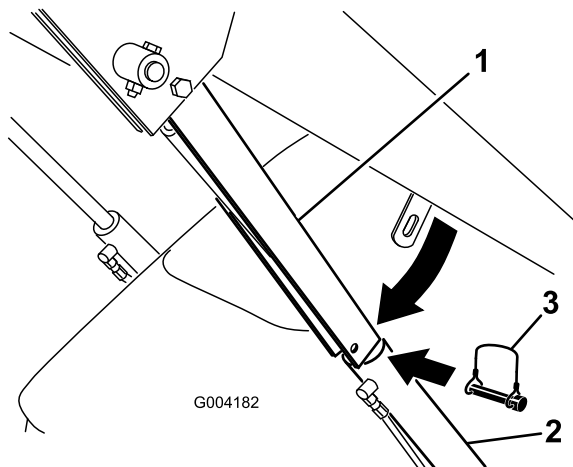

Figura 19
4. Retire el pasador de seguridad que fija el bloqueo del cilindro al brazo de carga (Figura 19).
5. Baje el bloqueo del cilindro sobre la barra del cilindro y fíjelo con el pasador de seguridad (Figura 19).